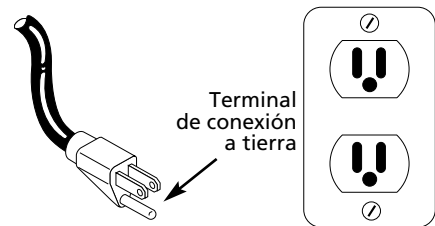

Figura 2 Enchufe para conectar a tierra
3. Este producto está diseñado para usarlo con circuitos de 120-voltios y tiene un enchufe similar al que se muestra en la Figura 2. Cerciórese de que el producto esté conectado a un tomacorrientes que sea similar. No debe usar adaptadores con este producto.